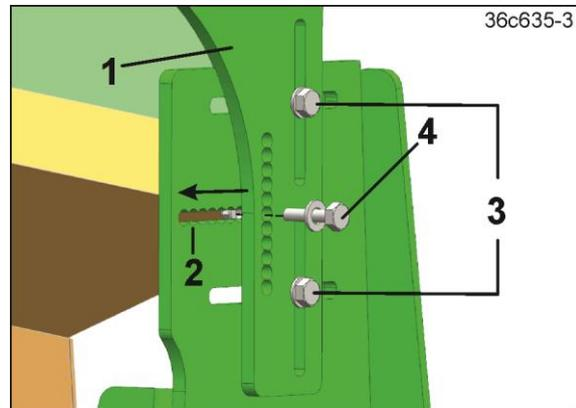

Fig. 503
Transportaufnahme (Fig. 503/1) im Langloch (Fig. 503/2) verstellen:
1. 2 Schrauben (Fig. 503/3) leicht lösen.
2. 1 Schraube (Fig. 503/4) entfernen. Dabei die Transportaufnahme (Fig. 503/1) festhalten.
3. Die Transportaufnahme (Fig. 503/1) soweit in Pfeilrichtung verschieben, bis das Förderrohr der Befüllschnecke formschlüssig in der Transportaufnahme anliegt. Stellen Sie die Transportaufnahme mit einer leichten Vorspannung (ca. 3 Bohrungen) ein.